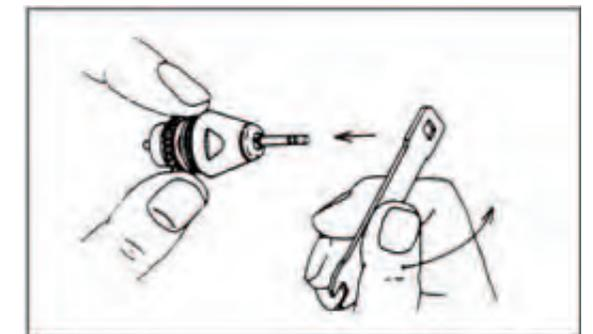

Abb. 11
(1) Spannfutter herausnehmen.
① Entfernen Sie die Patrone mit einem Bohrer oder einer Bohreratrappe (6. Austausch der Patrone).
② Den Rotor nach unten halten, den mitgelieferten Schraubenschlüssel auf den Verschluss am Ende des Rotorschafts setzen und in Pfeilrichtung drehen, wie in Abb. 11 gezeigt.